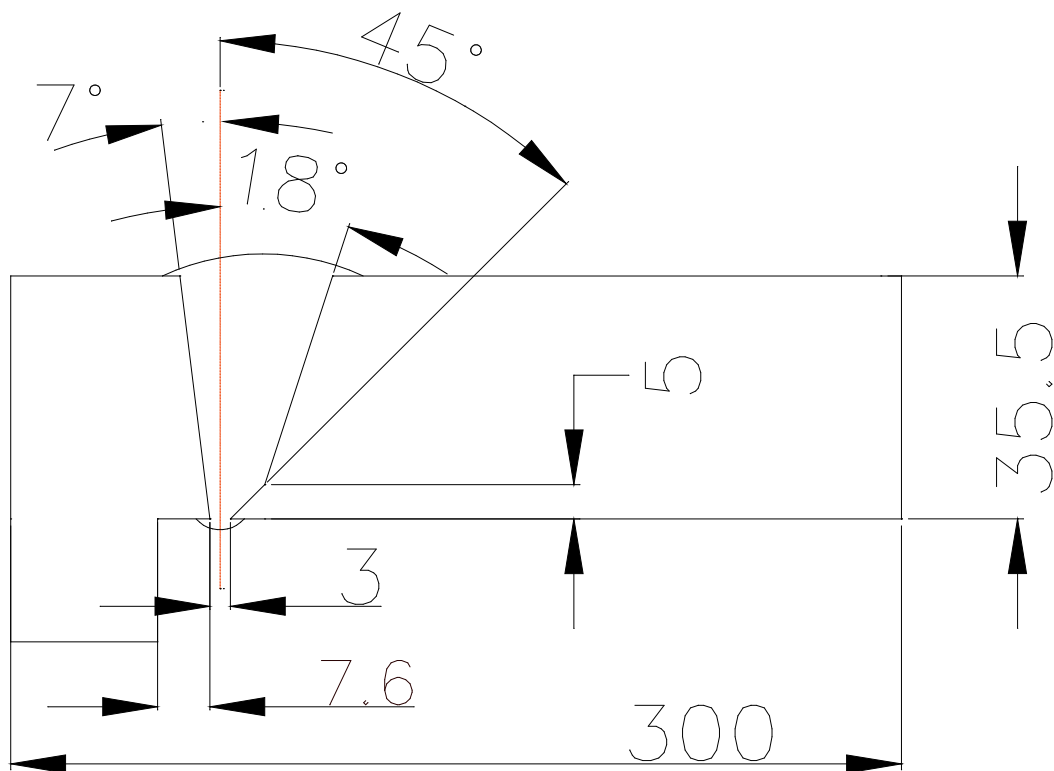

图 4
- (1) 图纸及参数，见图 4 所示。
- (2) 规格：410×200×35.5 试板与 410×100×35.5 试板构成的对接焊缝。
- (3) 材质：316L。